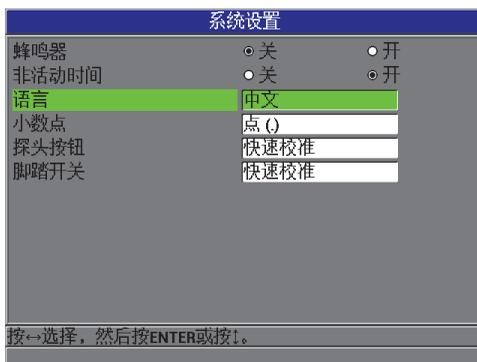

图 6-2 系统设置屏幕
1. 在仪器显示测量屏幕时，按 [**设置菜单**] 键，然后选择**系统**，以显示**系统设置**屏幕（参见第 96 页的图 6-2）。